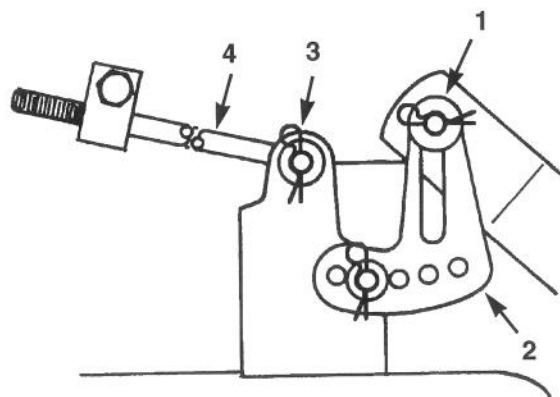

Figure 42
8. Déposer la goupille et la rondelle en haut de la patte de mise à niveau de la tondeuse (Fig. 42). Déposer ensuite la patte de la goupille de montage. Répéter l'opération de l'autre côté de la tondeuse.
9. Déposer la goupille et rondelle à l'extrémité de la longue tige (Fig. 42). Extraire la tige du support de la tondeuse. Répéter l'opération de l'autre côté de la tondeuse.